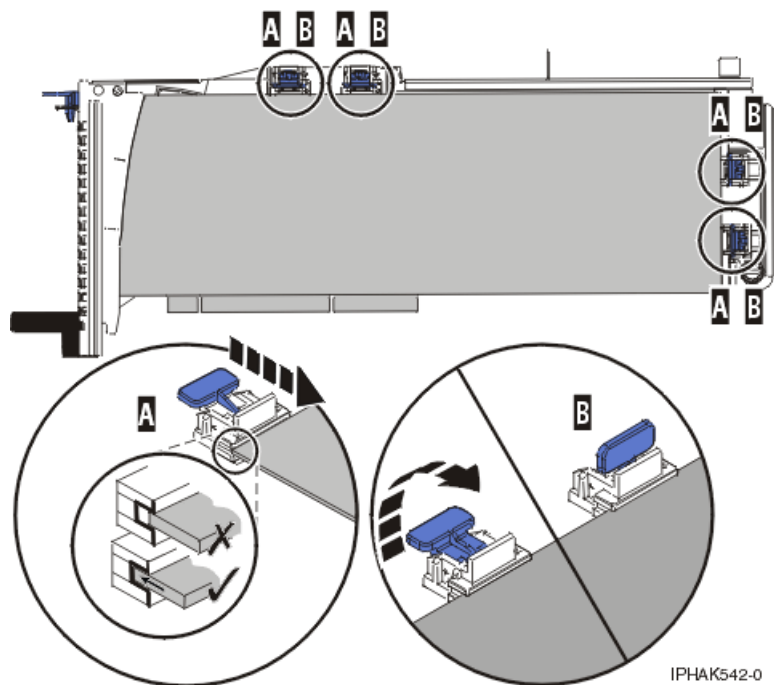

Figure 75. Carte longue dans la cassette de cartes PCI avec supports et stabilisateur en place
- 3) Placez et verrouillez les crochets de retenue (B) (voir figure 75, à la page 85).
- 4) Vérifiez que le bord de l'adaptateur est emboîté dans chaque rainure de retenue (A). Si la forme de l'adaptateur ou la présence d'un connecteur empêche le bord de l'adaptateur de reposer dans la rainure de retenue, vérifiez que le crochet de retenue est toujours maintenu fermement contre le bord ou le connecteur.